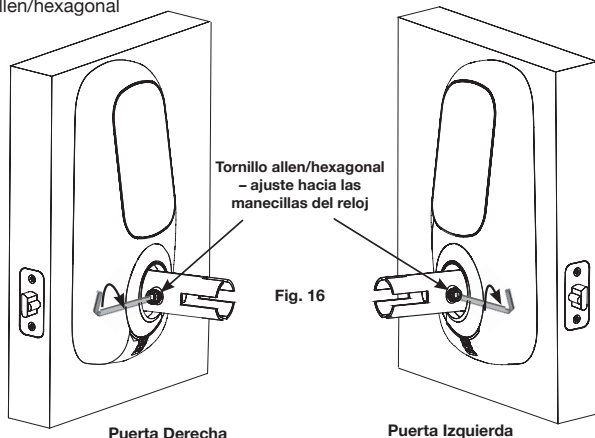

Fig. 16
A. Inserte el tornillo allen/hexagonal en el cuello exterior, teniendo en cuenta que este deberá estar del lado del pestillo (Fig. 16). Gire en dirección a las manecillas del reloj, teniendo precaución de no sobre ajustar.